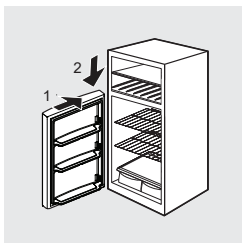

figura 8
10. Baje la puerta del refrigerador en posición de apertura sobre el pasador de la bisagra inferior y cierre la puerta (consulte la Figura 8).